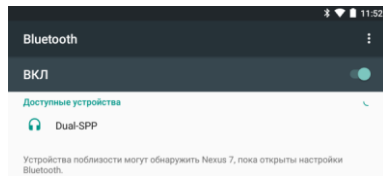

Рис. 1. Поиск новых устройств
2. Подайте питание на МК. Через 1 минуту включите поиск bluetooth-устройств (рис. 1).